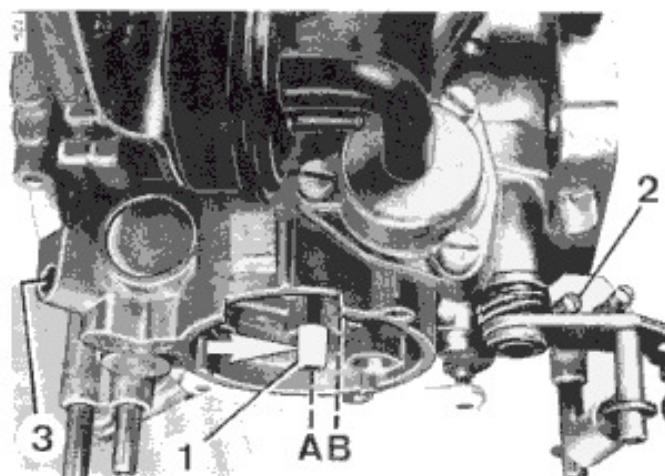

Рис. 3
- Контрогайку (3) затянуть и смонтировать предохранительную манжету.
2. ОБОРОТЫ ХОЛОДНОГО ПУСКА (Рис. 3)
- Открыть полностью дроссельную заслонку и нажать на рычаг (1) (Рис. 3) в положении прогрева (А) (см. стрелку).
- Рычаг (1) удерживать нажатым до окончания настройки.
Внимание: Биметаллическая пружина должна лежать слева от рычага(1) (Рис. 3).